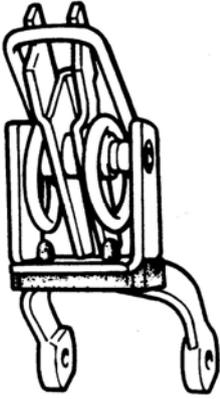

Fig. 9-28
5) INSPECT DRIVE LEVER (Fig.9-28)